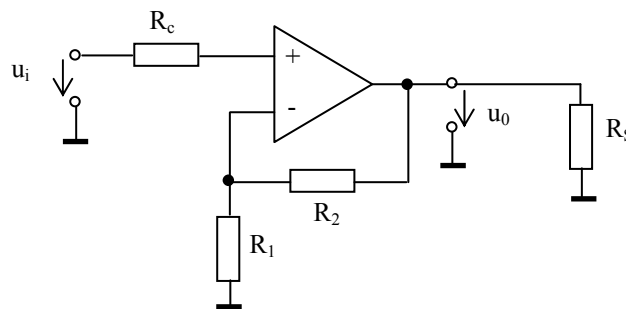

Fig. 3. AO în configurație de amplificator neinvertor.
2. Care este rolul rezistenței R_C din cadrul schemelor prezentate în Fig. 3 și 5 ?
3. Să se deducă relația (15).